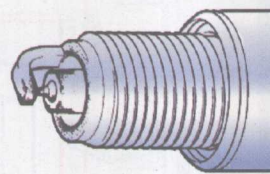

图4-5 正常火花塞
- 4) 检查火花塞的螺纹和绝热器是否损坏, 如图4-5所示。如果有损坏, 应更换火花塞。